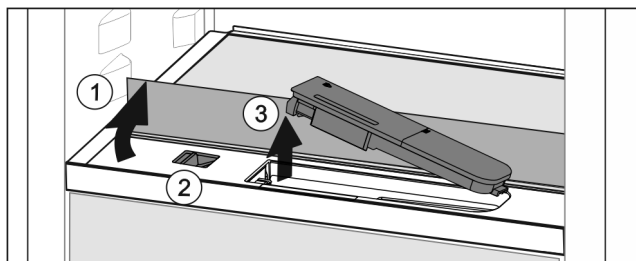

Fig. 147
- Nadvihnite sklenú dosku a až na doraz ju sklopte dozadu Fig. 147 (1).
- Potlačte posúvač Fig. 147 (2) doľava.
- Vyberte nádržku na vodu Fig. 147 (3).